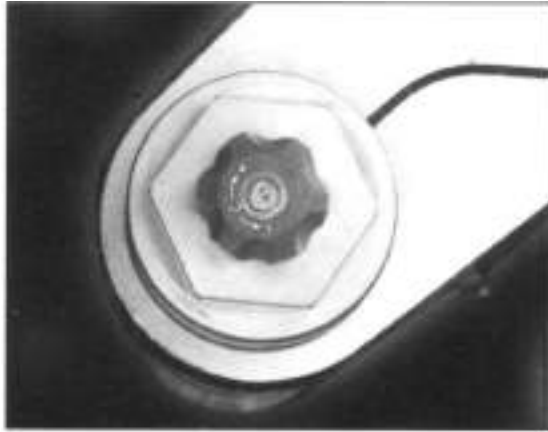

Bild 55
- Dämpfungseinstellung: Einsteller (Bild 55) bis zum lockeren Aufsitzen eindrehen (stärkste